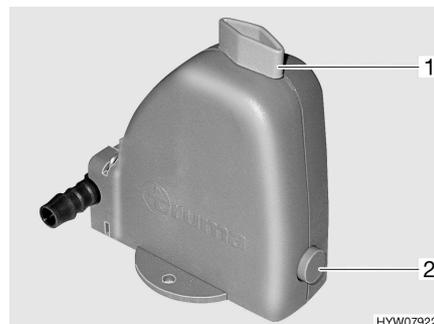

Bild 84 Sicherheits-/Ablassventil
Die Heizung ist mit einem Sicherheits-/Ablassventil (Bild 84) ausgestattet. Das Sicherheits-/Ablassventil verhindert, dass Wasser für die Warmwasser-Bereitung einfriert, wenn bei Frost die Heizung nicht eingeschaltet ist.
- Sicherheits-/Ablassventil schließen. Dazu den Drehknopf (Bild 84,1) quer zum Sicherheits-/Ablassventil drehen und den Druckknopf (Bild 84,2) hineindrücken.
- Sicherheits-/Ablassventil öffnen. Dazu den Drehknopf (Bild 84,1) längs zum Sicherheits-/Ablassventil drehen. Der Druckknopf (Bild 84,2) springt heraus. Der Brauchwasser-Behälter wird über das Sicherheits-/Ablassventil nach außen entleert.